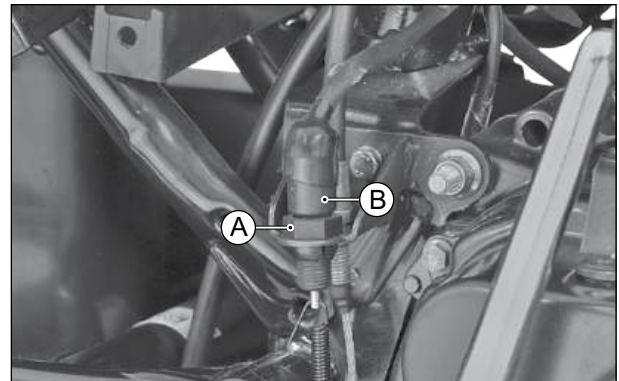

Fig. 5.80
- O interruptor traseiro da luz de freio pode ser ajustado girando a porca de ajuste (A) para 'dentro' ou 'para fora', de modo que a luz do freio se acenda corretamente quando o freio traseiro for acionado. (Fig. 5.80)